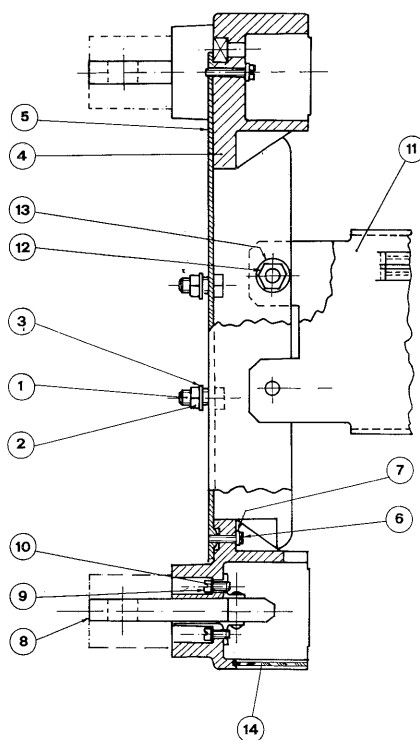

Fig. 11
- g) fissare il telaio (19) con le viti (20) e le rosette (21) avendo cura di aver prima disposto esattamente la piastra posteriore (14) e la levetta (22) in modo che quest'ultima agisca sopra la (23) come in figura
- h) infilare i diaframmi (24) e rimontare le scatole filtro.
- g) secure frame (19) with nuts (20) and washers (21), after arranging the relative position between rear plate (14) and lever (22) so as to the latter operates on lever (23) as shown on figure
- h) introduce the diaphragms (24) and refit the exhaust chambers.
7.5. Trasformazione dell'interruttore base in interruttore sezionabile con attacchi posteriori (fig. 11)
7.5. Conversion of a basic breaker into a rear terminal draw-out breaker (fig. 11)